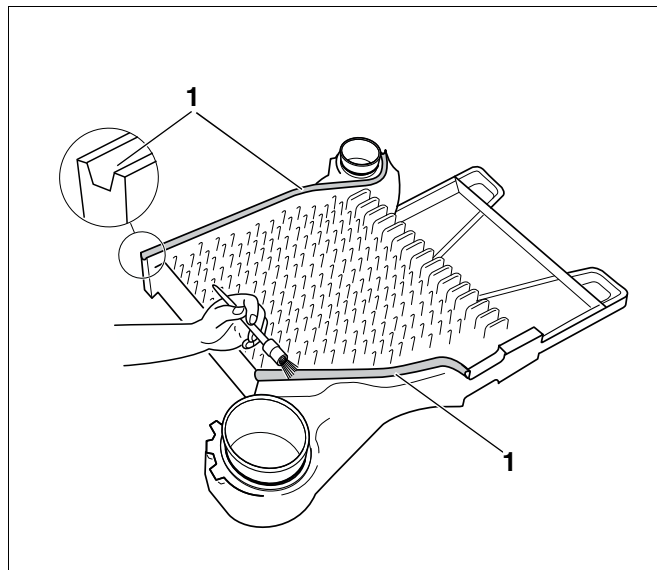

Рис. 9 Смазка пазов для уплотнений адгезионным составом
Пазы (рис. 9, поз. 1) должны быть чистыми и сухими, чтобы к ним хорошо приклеился уплотнительный шнур.
- Смазать пазы (рис. 9, поз. 1) адгезионным составом (грунтовочной краской), как показано на рис. 9.